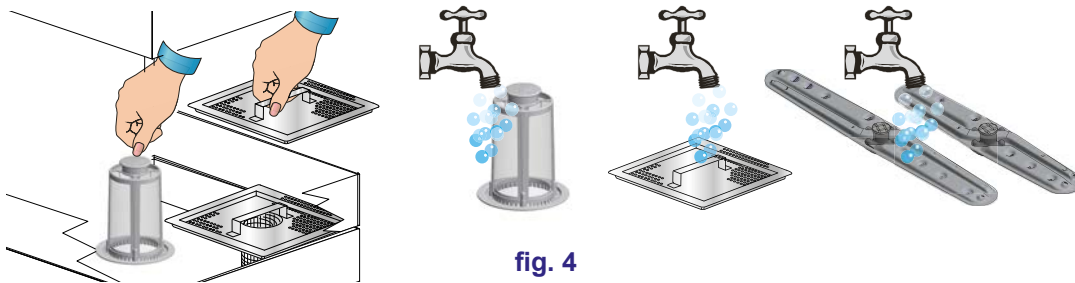

fig. 4
- Extraiga el filtro de la bomba y límpieli con un cepillo bajo un chorro de agua (ver fig. 4).
- Extraiga los rociadores giratorios aflojando los tornillos de fijación y limpie cuidadosamente los orificios de aspersión de lavado y aclarado con agua corriente (ver fig. 4).